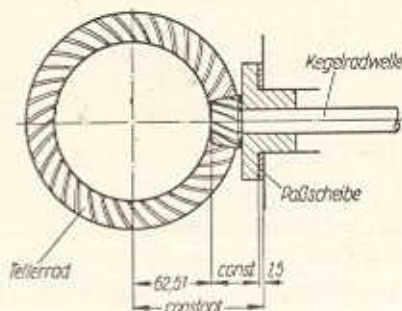

Bild G 50. Einbaumaße für Teller- und Kegelrad
Das Nennmaß zwischen Kegel- und Tellerradmitte bis Kegelradstirnfläche beträgt 62,51 mm (Bild G 50).
Befindet sich die richtige Paßscheibe unter der Flanschbuchse, so muß die Uhr die eingestellte Nullstellung anzeigen, d. h., das richtige Maß von 62,51 mm ist vorhanden. Ist der Abstand durch Maßunterschiede bei der Bearbeitung von Getriebegehäuse und Flanschbuchse größer als 62,51 mm, so ist die Paßscheibe entsprechend zu verstärken, ist der Abstand kleiner, zu vermindern (s. Bild G 50).
2. Zahl (z. B. - 0,20) Abweichungen vom Zeichnungsmaß 62,51 mm für den ruhigsten Lauf des Radsatzes (s. Bild G 50)